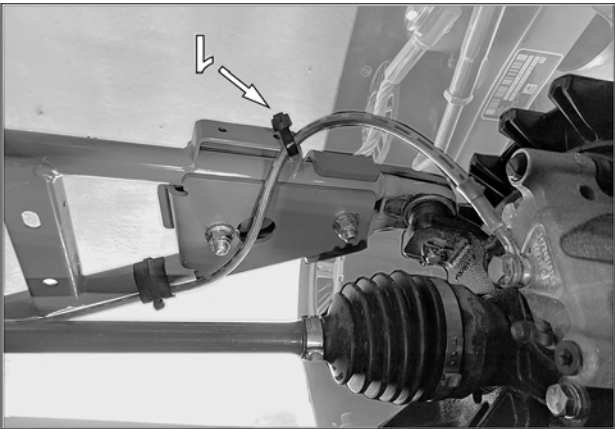

Fig. 25
1. Si les boyaux de frein avant ont trop de jeu et risquent d'être endommagés, fixez-les aux bras de suspension inférieurs à l'aide d'une attache nylon supplémentaire (1). Voir la Fig. 25